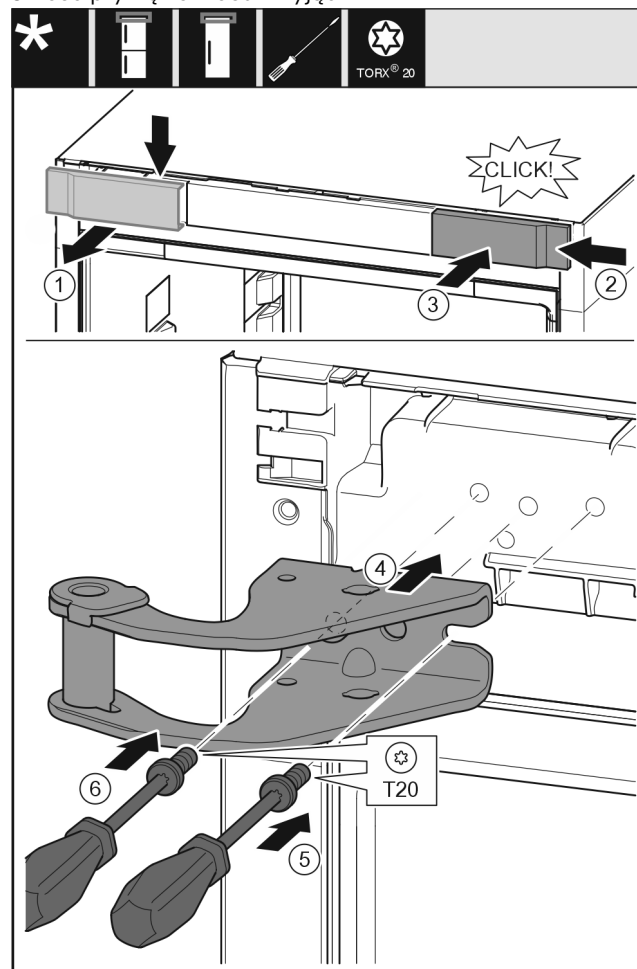

Fig. 15
- ▶ Wyjąć osłonę Fig. 15 (1) od góry do przodu.
- ▶ Założyć osłonę Fig. 15 (2) obróconą o 180° z drugiej strony od prawej.
- ▶ Zazębić osłonę Fig. 15 (3).
- ▶ Przyłożyć górną płytkę zawiasu Fig. 15 (4).
- ▶ Założyć śrubę Fig. 15 (5) przy użyciu śrubokręta i mocno dokręcić.
- ▶ Założyć śrubę Fig. 15 (6) przy użyciu śrubokręta i mocno dokręcić.